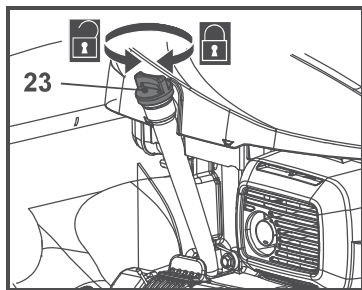

Fig. 8
1. Desenrosque el tapón del depósito de aceite (23) y apártelo (Fig. 8).